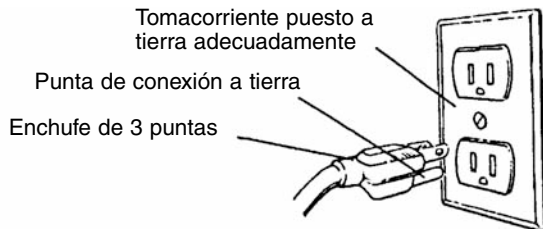

Figura 40 – Receptáculo para 3 Puntas
- A fin de protegerlo contra una descarga eléctrica, esta herramienta está equipada con un cable de tres conductores aprobado y clasificado para 300V, y un enchufe de tres puntas tipo conexión a tierra (véase la Figura 40).
- El enchufe de conexión a tierra debe conectarse directamente a un receptáculo para 3 puntas instalado y conectado debidamente a tierra, tal como se muestra en la Figura 40.